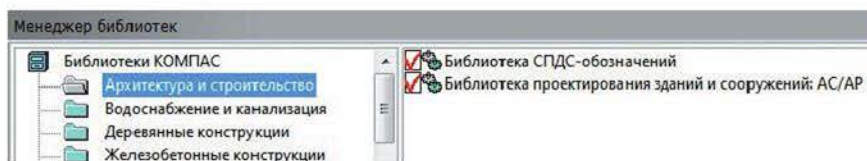

Рисунок 13.1 Подключение прикладных библиотек КОМПАС-3D
3. Подключить *Библиотеку СПДС-обозначений* и *Библиотеку проектирования зданий и сооружений: АС/АР* (рисунок 13.1).